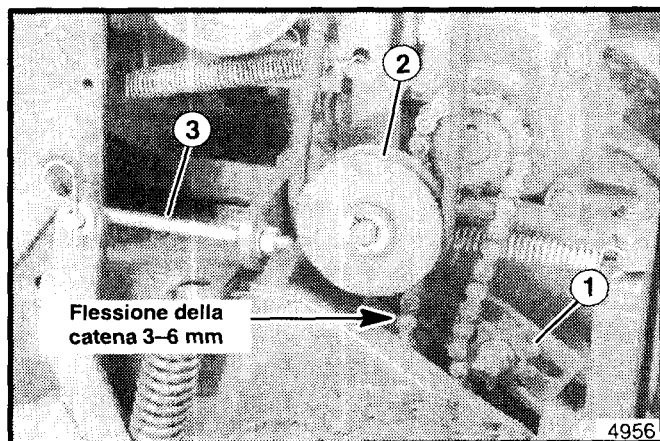

Figura 30. Regolazione puleggia tramoggia
3. Se la tensione della catena è corretta, abbassare la bobina e allentare il dado sull'asta di regolazione della puleggia della tramoggia (vedere figura 30), fino a che la ruota dentata aggancia completamente la catena.